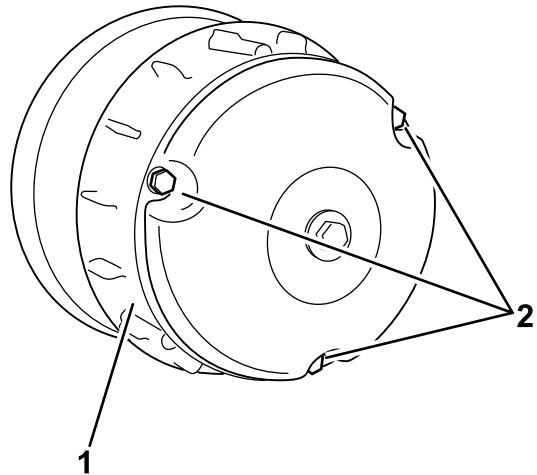

図 58
- クラッチカバーのボルト3本を外してカバーを取る (図 58)。
- クラッチカバーを元通りに取り付けて、ボルト3本 (図 58さきほど2で外したもので固定する。